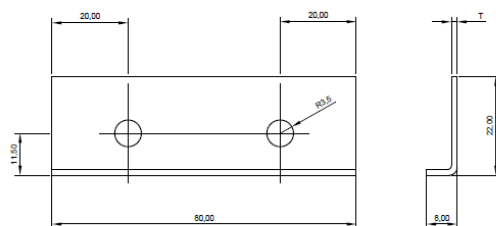

Rysunek 1. Montaż rozpraszacza naprężeń MSD w zamku płyty – przekrój w poprzek płyty warstwowej.
- a) Rozpraszacz naprężeń musi ciasno przylegać do zamka (**Rysunek 1**).